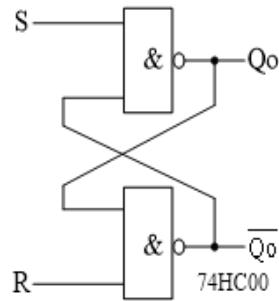

图 7: RS 触发器
1. 基本 RS 触发器功能测试: 按图 7 接线, 验证 RS 触发器的基本逻辑功能, 填入表 1